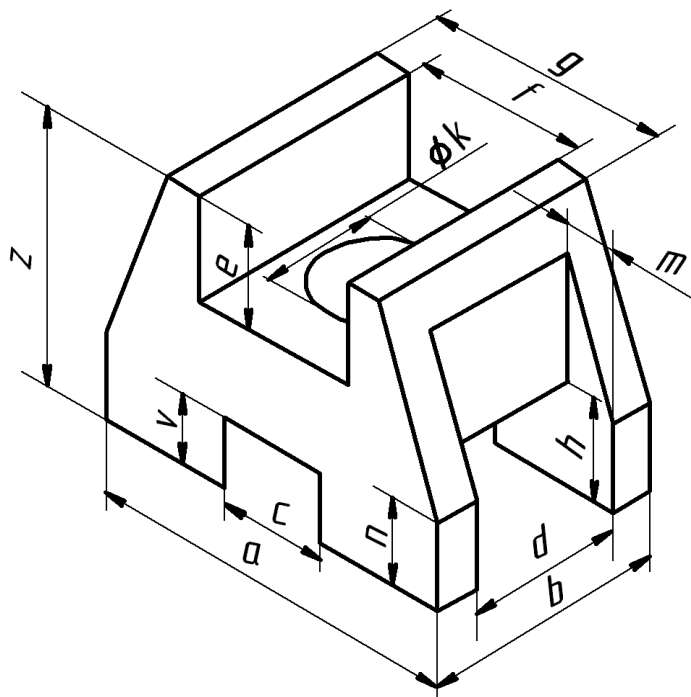

Рис. 117. Опора
1. Взять одно из заданий, представленных на рис. 117 – 120(варианты 1-5). Данные параметров выбрать по указанному преподавателем варианту в табл. 10 – 13.